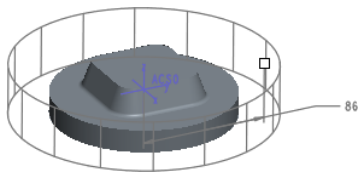

图 3.1.9 定义退刀圆柱面
- ☑ **圆柱面** 选项：为退刀定义一个圆柱面，用户需要选择一个坐标系作为参考并定义轴线方向和半径大小，图 3.1.9 所示为退刀圆柱面的效果。